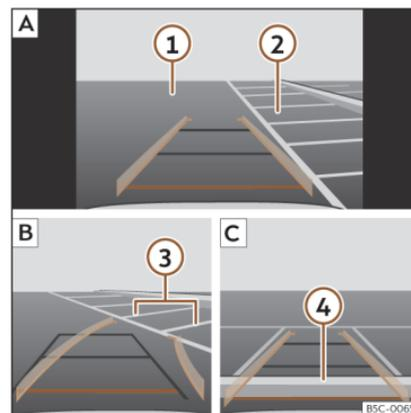

Fig. 121 Visualización en la pantalla del sistema de infotainment: aparcar con el asistente de marcha atrás.
Leyenda de la **fig. 121**:
- Sitúe el vehículo delante del hueco de aparcamiento»» **fig. 121** 2 **A**.